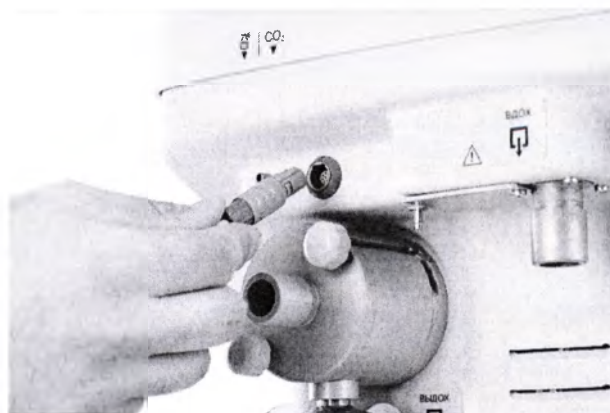

Рисунок 5.3 – Подключение датчика CO_2 к разъему CO_2 аппарата ИВЛ
- Подключить датчик CO_2 к разъему « CO_2 » на передней панели аппарата (рис. 5.3).